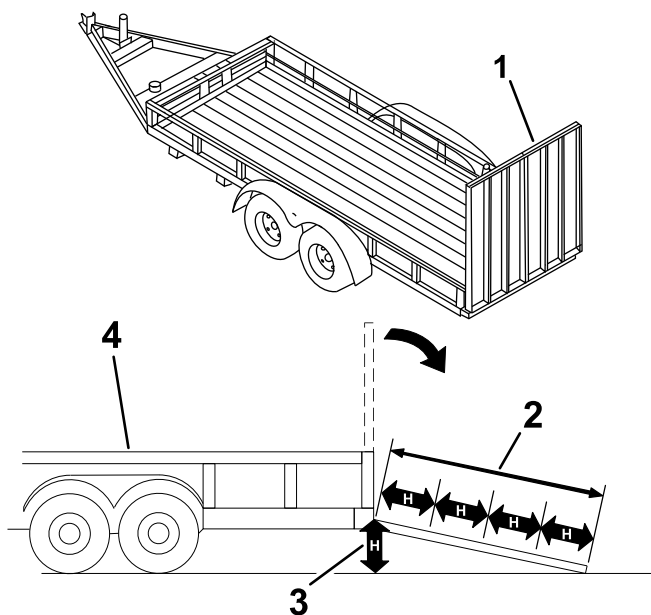

Figure 29
Le chargement de la machine sur une remorque ou un camion augmente le risque de basculement, et donc de blessures graves ou mortelles (Figure 29).
3. Abaissez la rampe (Figure 29).